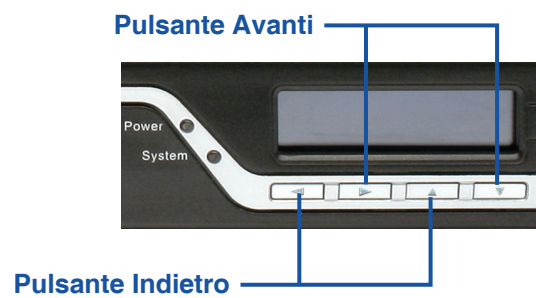

Figura 6. Definizioni dei pulsanti (dopo l'avvio)
1. Collegare le staffe di montaggio su ciascun lato del telaio, come illustrato nella figura 6 e fissarle utilizzando le viti in dotazione.